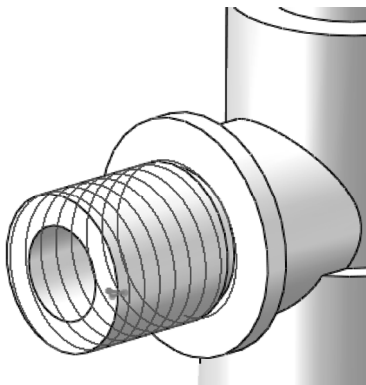

图 13-97 生成螺旋线
**05** 选择菜单栏中的“插入”→“曲线”→“螺旋线/涡状线”命令，或者单击“特征”控制面板中的“螺旋线/涡状线”按钮，弹出“螺旋线/涡状线”属性管理器，如图 13-96 所示。在属性管理器中选择定义方式为“高度和螺距”，输入高度为 20.00mm，螺距为 2.50mm，勾选“反向”复选框，起始角度为 0.00 度，选择方向为“顺时针”，然后单击“确定”按钮。生成螺旋线如图 13-97 所示。